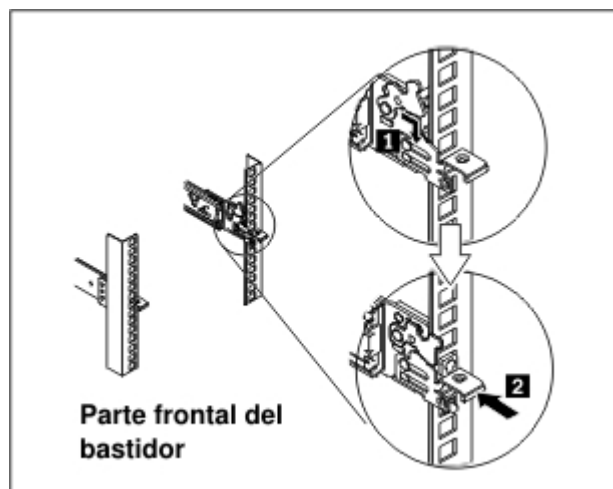

Figura 11. Instalación de los rieles deslizantes del extremo delantero
3. Instale el extremo delantero de los rieles deslizantes, tal como se muestra en la Figura 11 en la página 21.